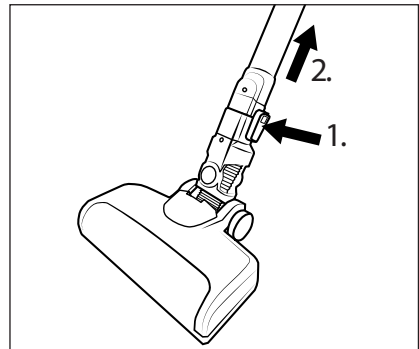

Fig. 12
- ◆ Para desmontar el cepillo para suelos **21** del tubo de aspiración **23**, mantenga pulsado el botón de desenganche del cepillo para suelos **22** y tire del tubo de aspiración **23** para extraerlo del cepillo para suelos **21** (consulte la fig. 12).